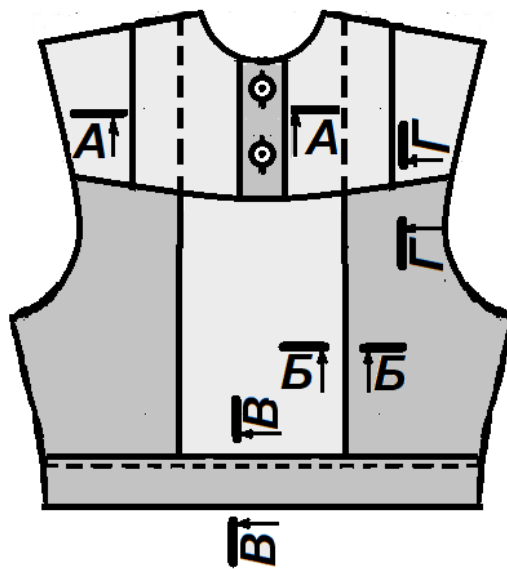

Рисунок 1 – Фрагмент платья. Верхняя часть переда
Второй этап: Моделирование фрагмента заданной модели **«Верхняя часть переда»** женского платья (стр. 8, рис. 1) в натуральную величину и изготовление лекал
Третий этап: Изготовление (пошив) образца фрагмента заданной модели (стр. 8, рис. 1) женского платья.
1) Внешний вид фрагмента заданного изделия должен полностью соответствовать техническому рисунку модели и художественно-техническому описанию (стр. 3, табл.1), рисунку фрагмента (стр. 8, рис. 1) и техническим требованиям в п.п.2.2(при их наличии).